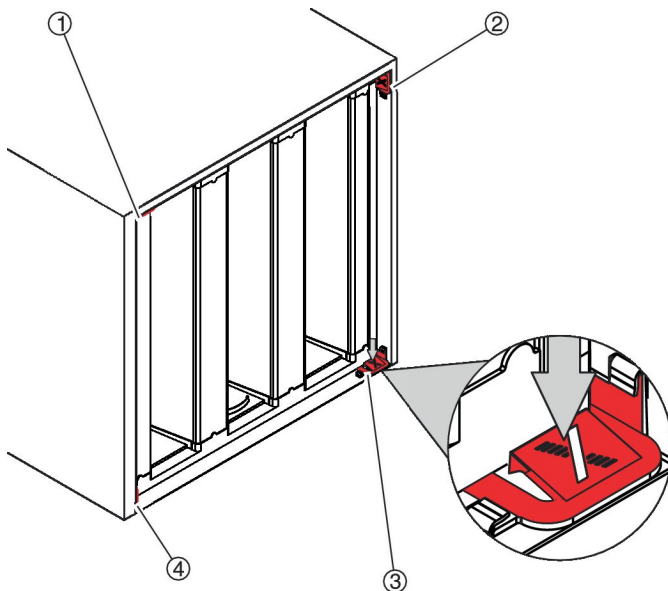

Abb. 53: Klemmen lösen
3. ▶ Die Klemmen ( Abb. 53 /1 bis 4) in den Ecken nacheinander niederdrücken.